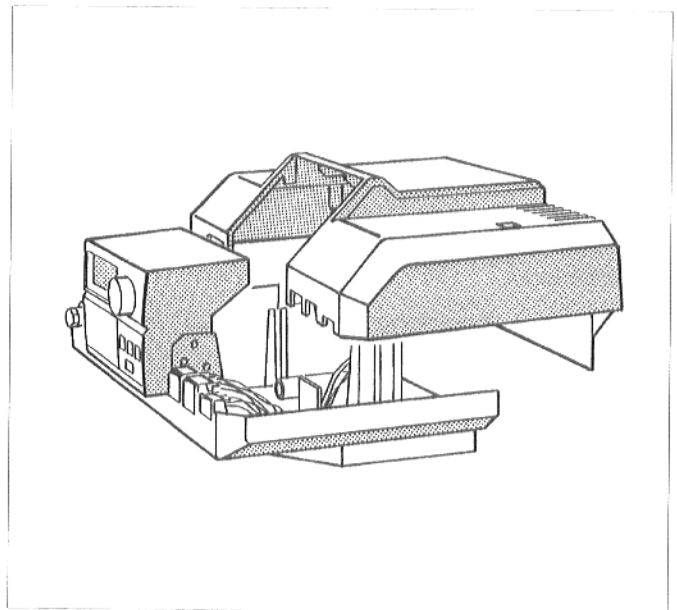

Abb. 21: Klemmenabdeckhaube aufsetzen
- Klemmenabdeckhaube aufsetzen und am Regelgerät festschrauben (Abb. 21).